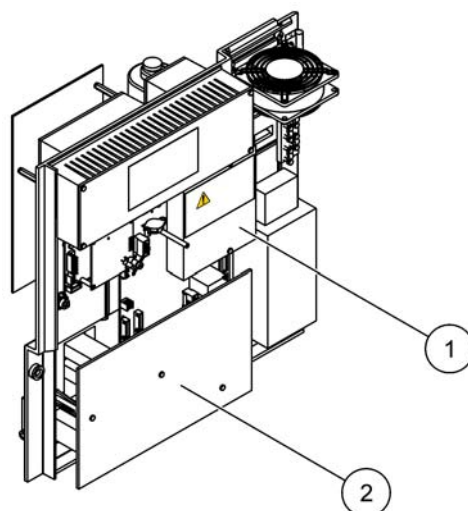

Рисунок 14 Снимите защитные крышки
Чтобы снять защитную крышку, смотрите Рисунок 14.
3. Отвинтите два винта защитной крышки и снимите крышку (позиция 1, Рисунок 14 на стр. 29).
6. Отвинтите три винта, фиксирующих нижнюю крышку панели (позиция 2, Рисунок 14 на стр. 29). Снимите панель.
3. Снимите защитную крышку (Рисунок 14 на стр. 29).